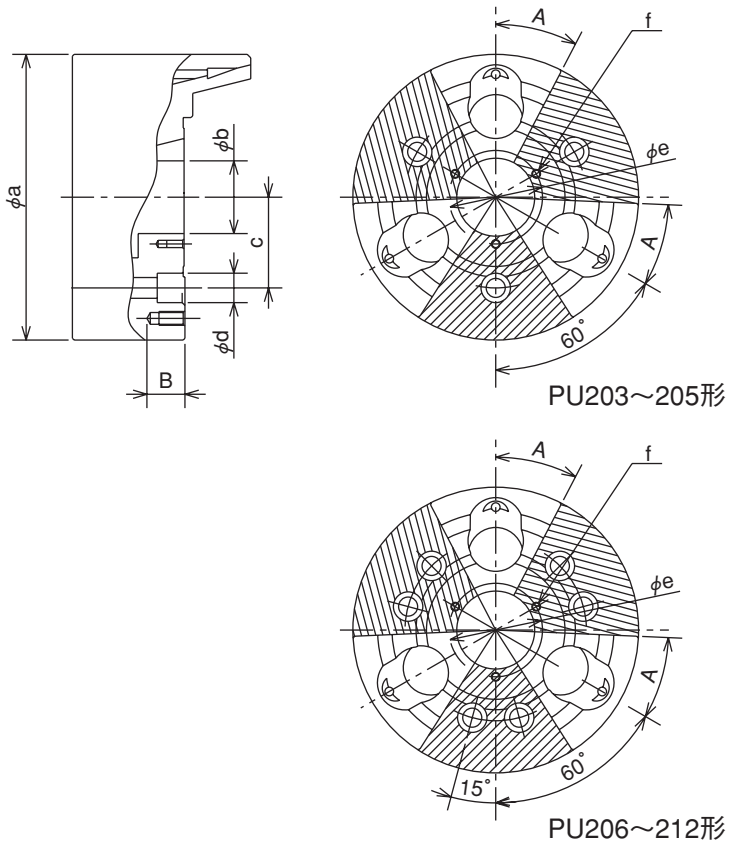

図 8
- ・チャックボデー表面にロケータや治具を取り付ける場合は、図8に示す追加加工範囲内にタップまたは穴明けを行ってください。